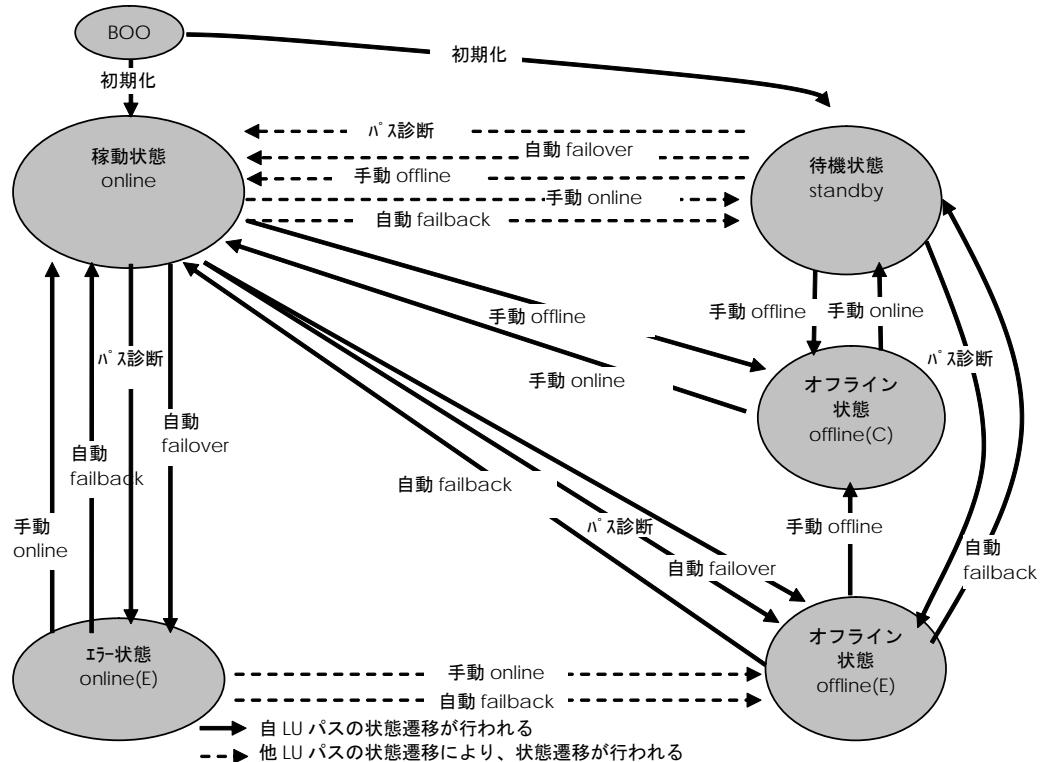

図 2-3 LU パスの状態遷移
LU パスの状態には、online、online(E)、standby、offline(C)、offline(E) の 5 つの状態があります。表に各状態の説明を、図 2-3 に状態遷移図を示します。
ユーティリティソフトから変更できるパスの状態の詳細は、「LU パスの状態」図2-3 LU パスの状態遷移を参照してください。
- (1) HFC-PCM が認識する LU パスのうち、online 状態又は standby 状態の LU パスが診断対象となります。自動 Fallback が有効な場合は、online(E) 状態 及び offline(E) 状態の LU パスも診断対象となります。
- (2) 診断する LU パスは自動的に選択されます。手動で選択することはできません。
- (3) パス診断の実行の有無、診断間隔は、ユーティリティソフトにより変更することができます。
- (4) パス診断中に障害を検出した場合は、パスの状態が offline(E) または online(E) に変更されます。
- (5) パス診断によるパス状態の遷移については、「LU パスの状態」図 2-3 LU パスの状態遷移 を参照してください。
- (6) ディスク以外のデバイス(Tape 等)は HFC-PCM の管理対象外です。パス診断は実行されません。
- (7) 表 2-7 パス診断機能と同等処理を行なうオペレーション に示すオペレーションを契機に、パス診断機能と同等の処理を実行します。